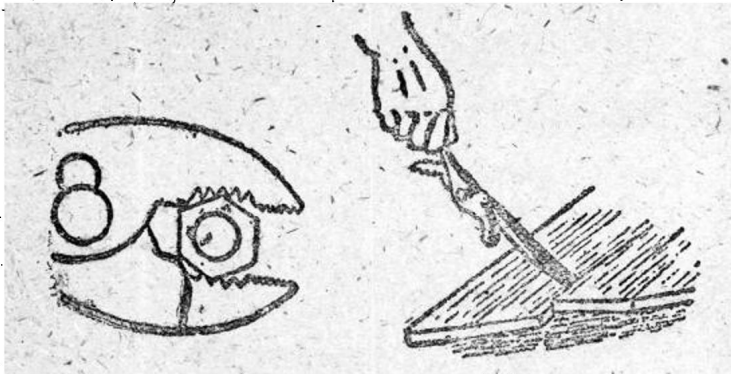

图9 手鉗的錯誤使用法
①使用前后应擦淨手鉗上的油污。
②使用时右手握紧手鉗柄的后端，当将工作物夹牢时再用力切割或扭弯；工作完了需手鉗口张开时，可将右手的小指移到鉗柄内向外推开；用鯉魚鉗夹持稍大工作物时，可放大鉗口。
③禁止用手鉗代替扳手拆装螺絲，或用鉗柄代替撬棒（如图9）；也不可用它夹持紅热的物件，以免损坏或退火。